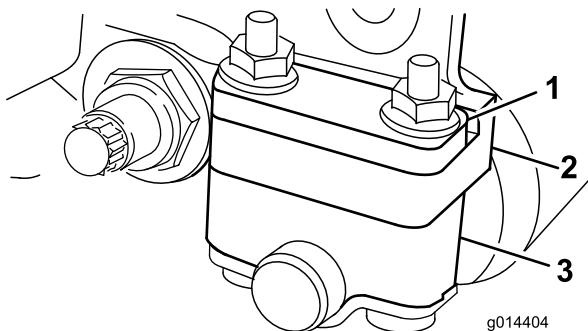
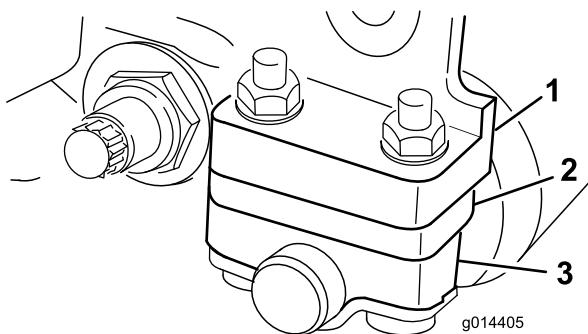

Figura 3
Figura 4
1. Ajuste os suportes do rolo traseiro para a posição baixa ou elevada, dependendo dos limites de altura de corte desejados (Figura 3 e Figura 4).
- Posicione o distanciador acima do flange de montagem da placa lateral (definição de origem) se as definições da altura de corte variarem entre 1,6 e 6,4 mm (Figura 3).
- Posicione o distanciador abaixo do flange de montagem da placa lateral se as definições da altura de corte variarem entre 3,2 e 25 mm (Figura 4).